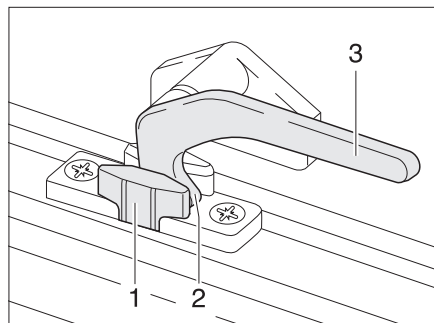

Bild 40 Verriegelungshebel in Stellung "Dauerbelüftung"
- in Stellung "Dauerbelüftung" (Bild 40)
- Den Verriegelungshebel (Bild 40,3) eine viertel Umdrehung zur Fenstermitte hin drehen.
- Den Verriegelungshebel eine viertel Umdrehung zum Fensterrahmen hin drehen. Die Verriegelungsnase (Bild 40,2) dabei in die Aussparung der Fensterverriegelung (Bild 40,1) einfahren.